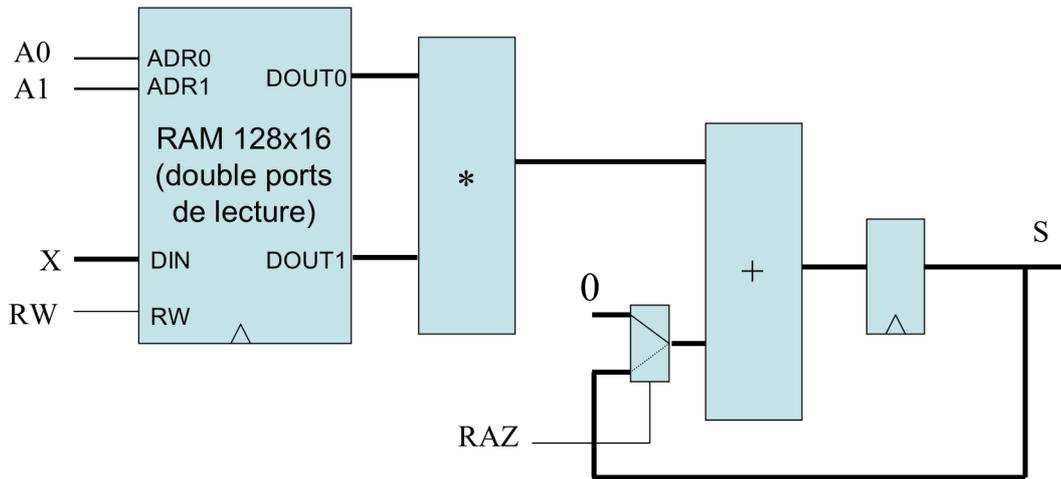

Figure 2 : architecture du corrélateur
2. Le circuit de la figure 2 permet de calculer l'autocorrélation d'un signal X se trouvant dans une RAM de 128 mots de 16 bits. Cette RAM est à double ports de lecture, c'est à dire qu'elle est capable de sortir en lecture deux valeurs simultanément sur les sorties DOUT0 et DOUT1 adressées par les deux bus d'adresses ADR0 et ADR1.
- a. Donnez la description VHDL (*entity/architecture*) de la RAM128x16 dont la vue extérieure est celle de la figure 2. L'écriture synchrone à l'horloge clk se fait via le bus de données X et par le bus d'adresses A0. Le signal RW indique une écriture à 0 et une lecture à 1. Lors de l'écriture, les ports de sortie sont immédiatement affectés par les valeurs des adresses.
- b. Donnez la description VHDL (*architecture*) du circuit complet de la figure 2.